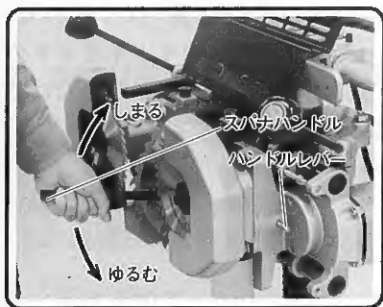

図 20
- (1) スピンドルを付属のハンドルレバーで固定します。(図20)
- (2) 付属のL形レンチを付属のスパナハンドルにさし込み、のこ刃取付けねじに取付けます。
- (3) スパナハンドルを両のこ刃で締付けます。
- (4) スパナハンドルをのこ刃の回転方向にまわし、ねじをゆるめます。右側ののこ刃は左ねじ、左側ののこ刃は右ねじです。
- (5) のこ刃を開きL形レンチでねじをはずします。